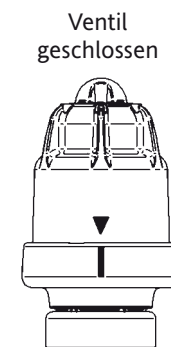

Bild 4
Hinweis: Richtige Funktion nur wenn Kappe in Stellung Ventil geschlossen (siehe Bild 4).
3. Kappe nach rechts drehen bis sie spürbar einrastet. Die Markierungen stehen nun übereinander (siehe Bild 4).
Kappe nach rechts drehen bis sie spürbar einrastet. Die Markierungen stehen nun übereinander (siehe Bild 4).